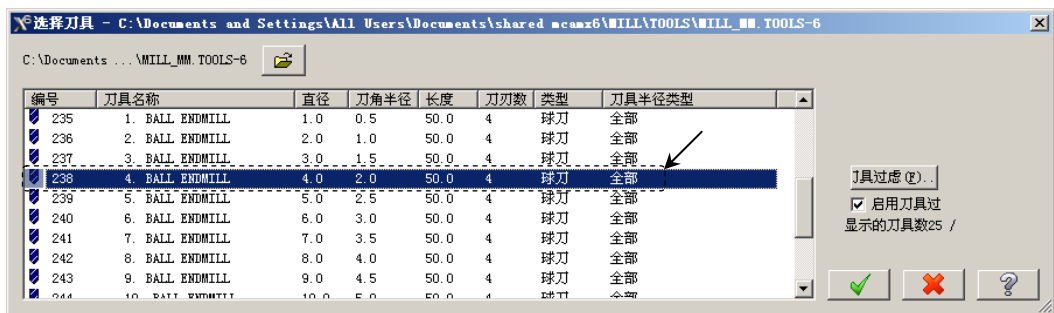

图 14.24 “选择刀具”对话框
Step4. 选择刀具。在“曲面精加工环绕等距”对话框中,单击 **选择刀具库...** 按钮,系统弹出“选择刀具”对话框,在该对话框的列表框中选择图 14.24 所示的刀具。单击  按钮,关闭“选择刀具”对话框,系统返回至“曲面精加工环绕等距”对话框。